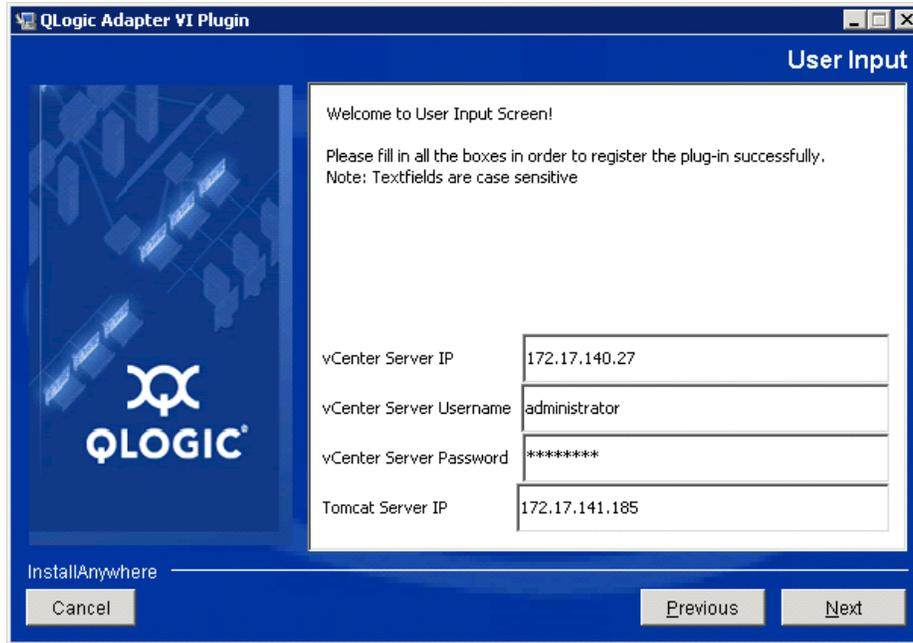

Figure 2-14. Écran Entrée utilisateur
8. Saisissez les informations demandées, puis cliquez sur **Next** (Suivant) (voir Figure 2-14).